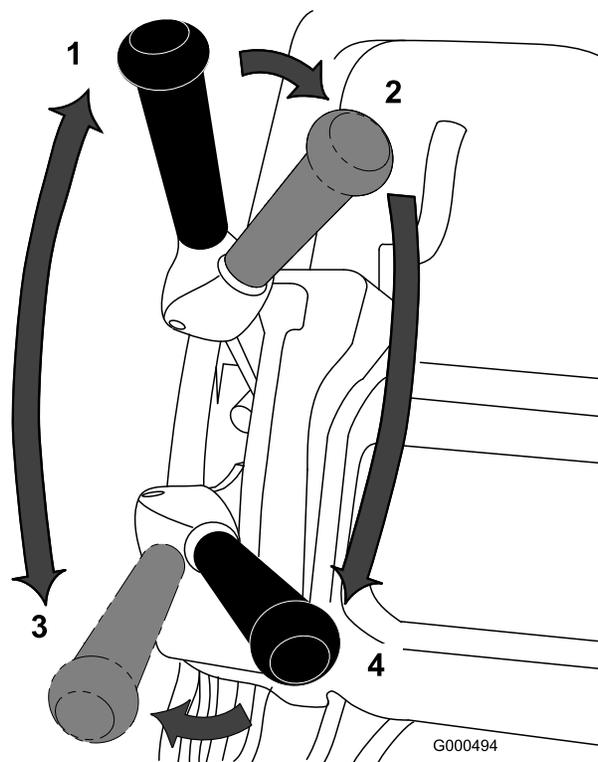

Рисунок 23
1. Запустите двигатель, установите дроссельную заслонку на пониженные обороты двигателя, нажмите на рукоятку вниз, чтобы поднять режущий блок, прижмите к рукоятке штангу контроля присутствия оператора, переведите рычаг управления тягой и приводом барабана в положение ПЕРЕДНИЙ ХОД (транспортировка) и переместите машину на край гринь (Рисунок 23).
2. Переведите рычаг в НЕЙТРАЛЬНОЕ положение (Рисунок 23).
3. Переведите рычаг в положение «тяга — НЕЙТРАЛЬНОЕ положение, привод барабана ВЫКЛЮЧЕН»(Рисунок 23).
4. Переведите рычаг в положение «тяга — ПЕРЕДНИЙ ход, привод барабана ВКЛЮЧЕН» (Рисунок 23), увеличивайте с помощью дроссельной заслонки обороты двигателя до тех пор, пока машина не будет двигаться с требуемой скоростью, переместите машину на грин, опустите режущий блок на землю и начните скашивание.